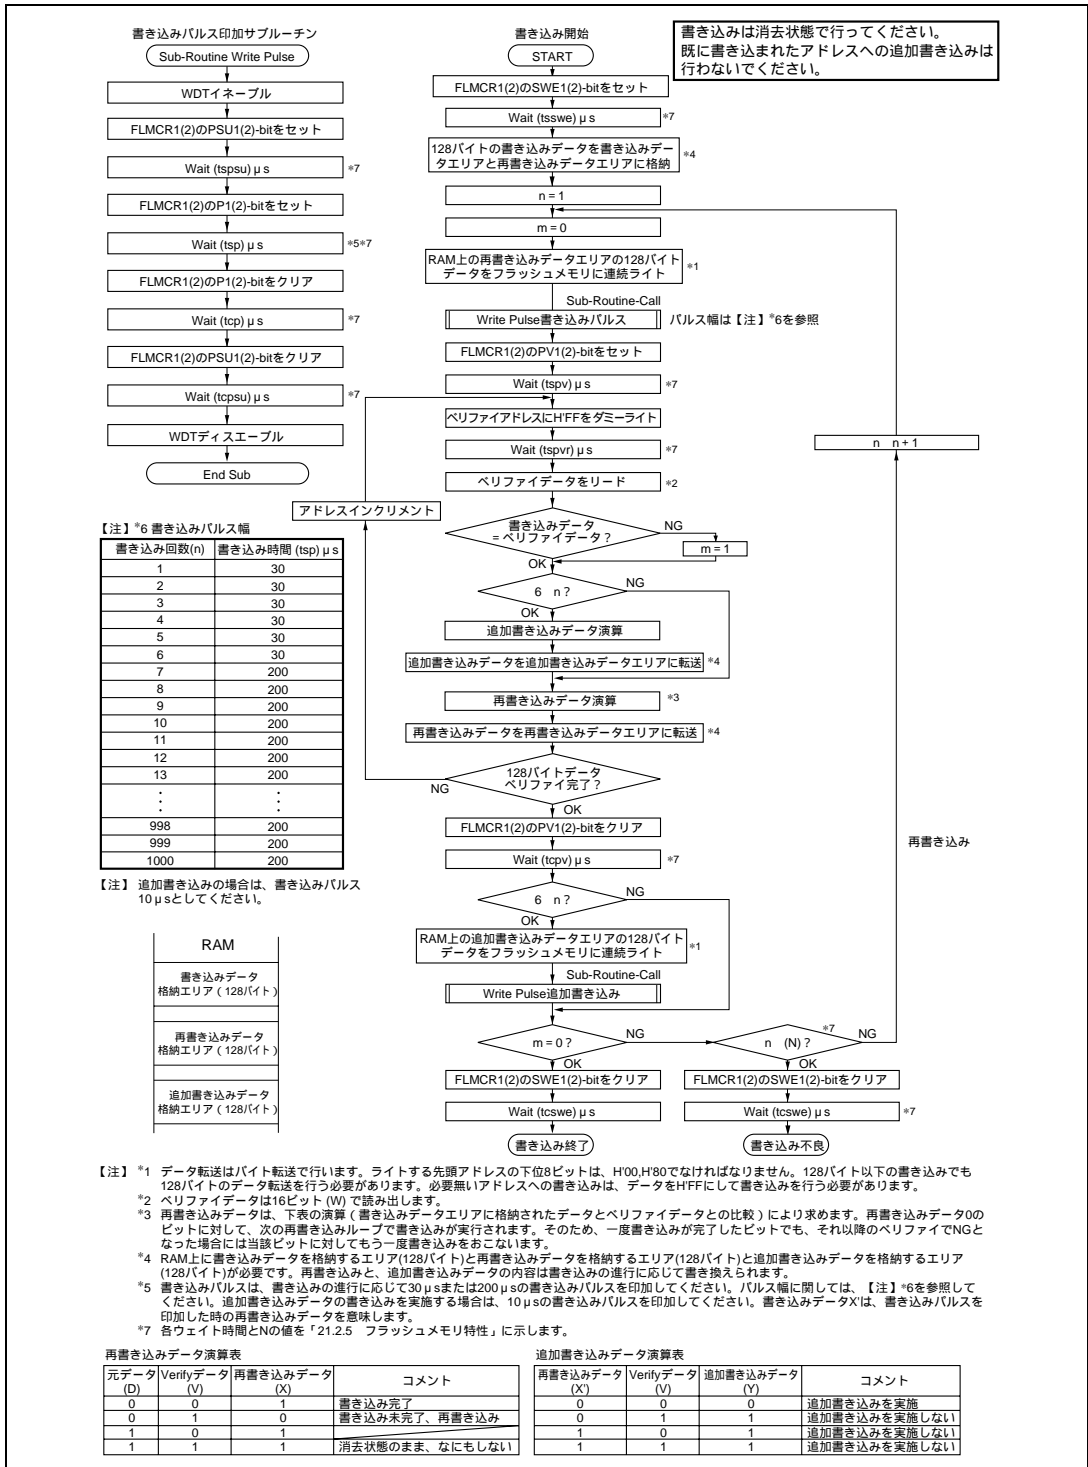

図 18.11 プログラム/プログラムペリファイフロー (128バイト書き込み)
フラッシュメモリへのデータ/プログラムの書き込みを行う場合は、図 18.11 に示すプログラム/プログラムベリファイフローチャートに従って行ってください。このフローチャートに沿って書き込み動作を行えば、デバイスへの電圧ストレスやプログラムデータの信頼性を損なうことなく、フラッシュメモリへデータ/プログラムの書き込みを行うことができます。また、1 回の書き込みは、128 バイト単位で行ってください。
一定の書き込み時間経過後、FLMCR1、FLMCR2のP1、P2ビットをクリアします。その後（tcp）以上の時間が経過してから、PSU1、PSU2ビットをクリアすることでプログラムモードを解除します。プログラムモード解除の後は、ウォッチドッグタイマの設定も解除します。その後FLMCR1、FLMCR2のPV1、PV2ビットをセットすることで、動作モードはプログラムベリファイモードへ遷移します。プログラムベリファイモードでは、リードする前にリードするアドレスにデータH'FFをダミーライトしてください。ダミーライトは（tspv） μ s以上の時間が経過してから行ってください。この状態でフラッシュメモリをリード（ベリファイデータは16ビットで読み出す）するとラッチしたアドレスのデータが読み出されます。このリード動作は、ダミーライト後、（tspvr） μ s以上おいてから行ってください。次に、書き込んだ元データとベリファイデータを比較し、再書き込みデータを演算（図18.11参照）し、RAMに転送します。128バイト分のデータのベリファイが完了後、プログラムベリファイモードを解除し、（tcpv） μ s以上の待機時間を置いて、FLMCR1、FLMCR2のSWE1、SWE2ビットをクリアしてください。再度書き込みが必要な場合は、再度プログラムモードに設定し、同様にプログラム/プログラムベリファイシーケンスを繰り返してください。プログラム/プログラムベリファイフローの繰り返しの最大値は最大書き込み回数（N）で表わされます。SWE1、SWE2解除後、（tcswe） μ s以上の待機時間を置いてください。
- (6) 本LSIのプログラム/プログラムベリファイフローのフローチャートを図18.11に示します。上記の注意点を網羅するためには、再書き込み処理を実施するビット、追加書き込み処理を実施するビットは表18.8および表18.9の演算によって決定する必要があります。書き込みの進行に応じて、再書き込みのデータおよび追加書き込みのデータは変化しますので、RAM上に次のデータ格納エリア（各128バイト）を準備することを推奨します。